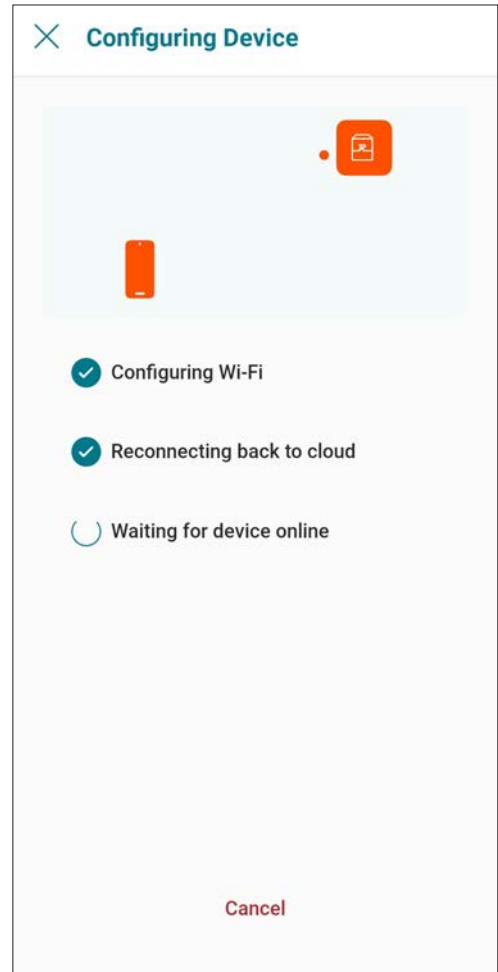

Figure 78. Configuration de l'appareil
7. L'application Raymote fournira les identifiants Wi-Fi à votre appareil. Cette opération peut prendre quelques secondes. Voir Figure 78.